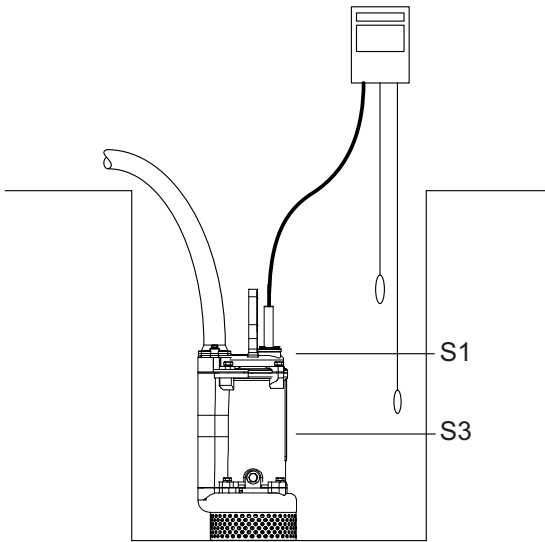
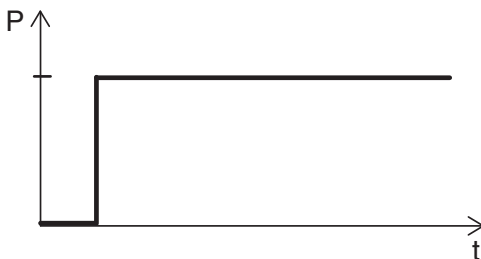

Рис. 11 Уровень жидкости
Рис. 12 S1, непрерывный режим эксплуатации
- в повторно-кратковременном режиме с частичным погружением насоса, S3. См. рис. 11.
В данном режиме насос может работать непрерывно без остановки для охлаждения, см. рис. 12. При полном погружении насос достаточно охлаждается окружающей перекачиваемой средой. Смотрите также рис. 11.
В этом режиме насос частично погружен в перекачиваемую жидкость, т.е. уровень жидкости должен быть не ниже середины корпуса электродвигателя. См. рис. 11.